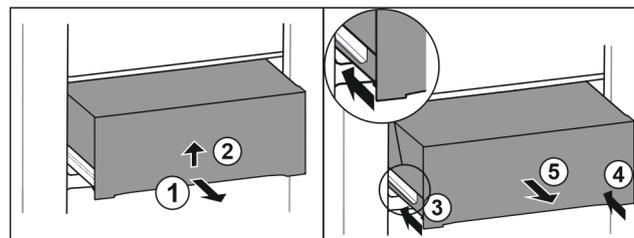

Fig. 56
- ▶ Вытяните выдвижной ящик наполовину. Fig. 56 (1)
- ▶ Поднимите выдвижной ящик за нижнюю часть. Fig. 56 (2)
- ▶ Вставьте левую направляющую. Fig. 56 (3)
- ▶ Вставьте правую направляющую. Fig. 56 (4)
- ▶ Извлеките выдвижной ящик движением вперед. Fig. 56 (5)